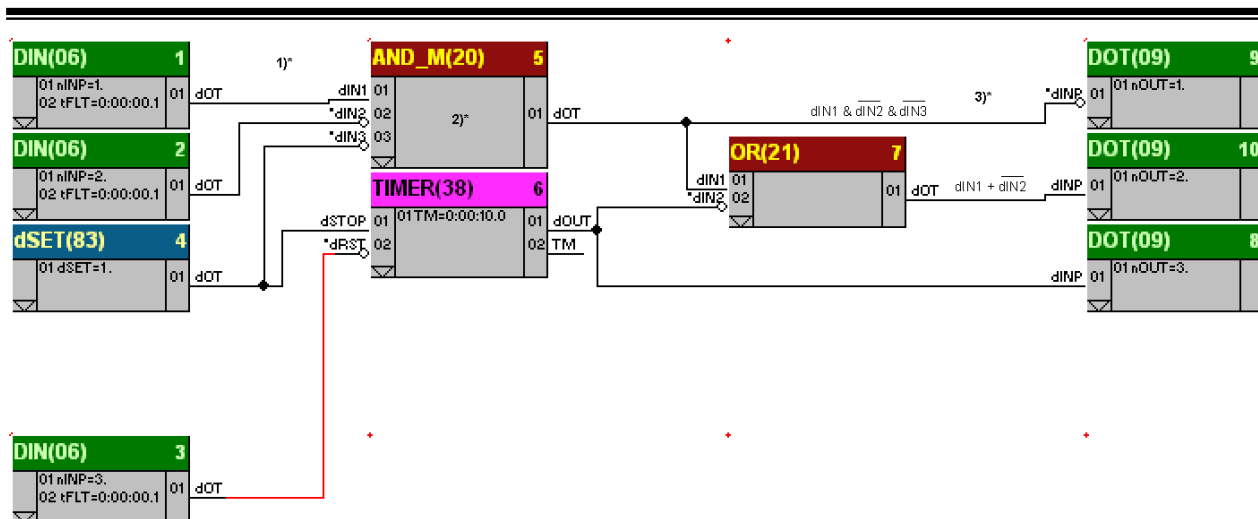

Рисунок 2.7 - Приклад конфігурування
Можливості конфігурування не залежать від функціонального блоку і визначаються наступними правилами (рис. 2.7):
На рис. 2.7 представлений приклад конфігурування.
На рис. 2.7 представлені різні приклади і варіанти конфігурування:
3) Вихідний сигнал функціонального блоку багатовходового І 5-MULTI_AND (20) -03 подається на 1-й дискретний вихід контролера, для чого на вхід 01 блоку дискретного виходу 9-DOT (09) підключений 01 вихід блоку багатовходового І 5-MULTI_AND (20) -03. Сигнал на вході 01 функціонального блоку дискретного виходу 9-DOT (09) інвертується.
4) На рис.2.7 показана інверсія входів наступних функціональних блоків: Вхід 02 і 03 блоку 5-MULTI_AND (20) -03, вхід 02 блоку 6-TIMER (38), вхід 02 блоку 7-OR (21), вхід 01 блоку 9-DOT (09).